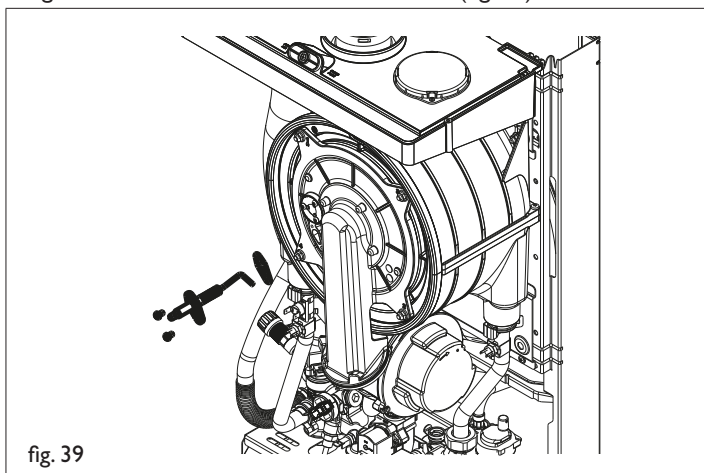

fig. 39
- Svitare le viti e rimuovere l'elettrodo, sostituire la guarnizione ad ogni eventuale sostituzione dell'elettrodo (fig. 39)